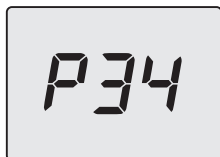

Рисунок 9.5
- Нажмите на 1 сек. кнопку 14 (Рисунок 5.47) для входа в выбранный параметр. На дисплее отображается следующее изображение (Рисунок 9.5).